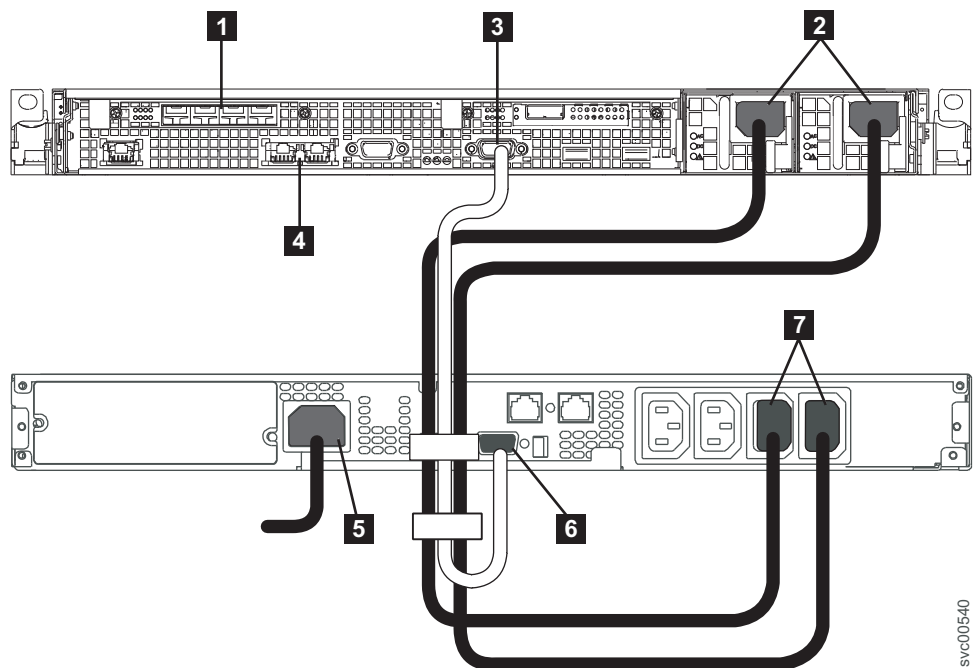

図 32. SAN ボリューム・コントローラー の電源ケーブルを 2145 UPS-1U に接続します。
1. SAN ボリューム・コントローラー 2145-CG8 ノードの背面で、電源/シリアル結合ケーブル・アセンブリーの電源ケーブルの方を、37 ページの図 32 に示すように電源コネクタ **2** に差し込んでください。